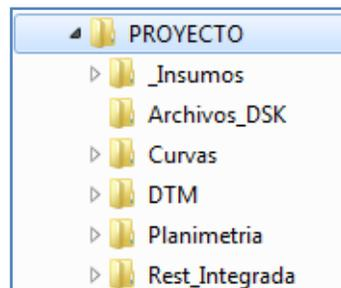

Figura 1. Almacenamiento de la información
- Dentro de la carpeta PROYECTO se crea la carpeta para los Insumos, los archivos de la aplicación GEOCARTO (DSK) y para cada uno de los procesos a los que se le realice control de calidad, los cuales pueden ser Curvas, DTM, Planimetría o Restitución Integrada (Rest\_Integrada). (Ver Figura 1).